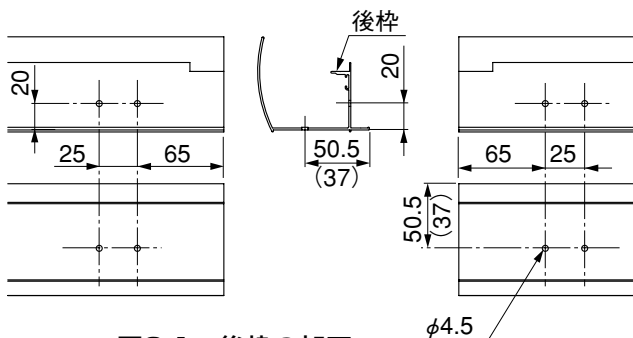
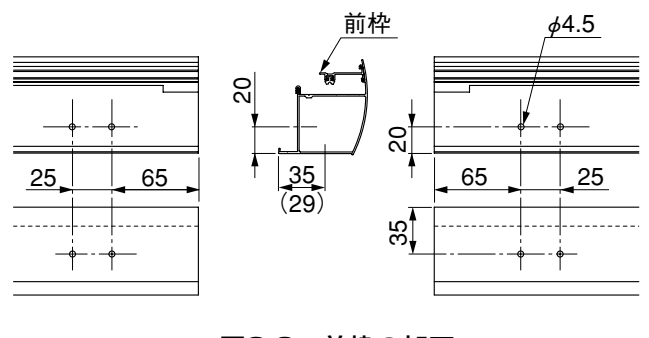

図2-1 後枠の加工
図2-2 前枠の加工
① 後枠・前枠・母屋の連棟側を穴加工してください。(図2-1、図2-2、図2-3参照)